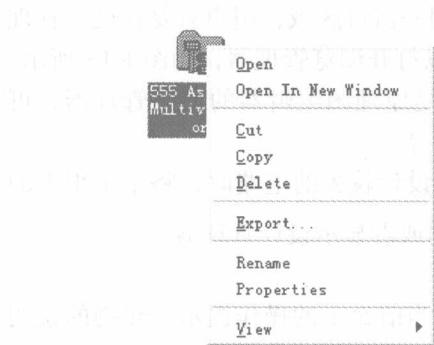

图 1-17 文件对象快捷菜单
(2) 文件对象快捷菜单 当用户在设计窗口或者设计管理器中的文件对象上单击鼠标右键时，就会调出相应的快捷菜单，如图 1-17 所示。通过该快捷菜单可以执行打开文件、剪切、复制、粘贴、文件更名以及调出文件属性对话框等操作。